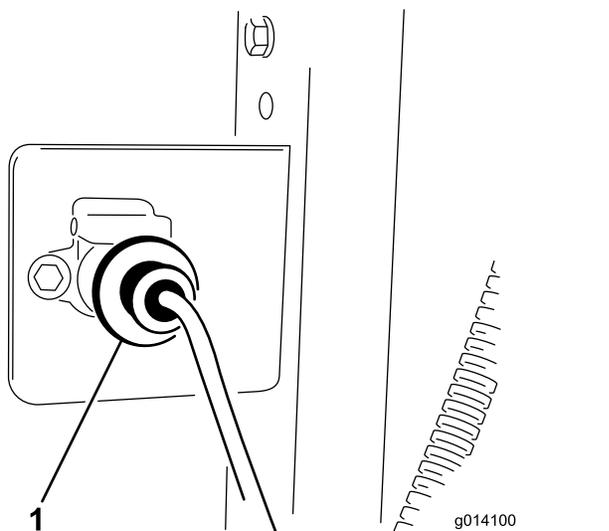

Figura 10
3. Prenda tomada da cablagem ao suporte com dois parafusos ¼ x 1 pol. e porcas (Figura 10).
5. Ligue a cablagem da unidade base à cablagem do veículo de reboque (Figura 10). O conector está localizado entre o tubo hidráulico ligado ao veículo de reboque.